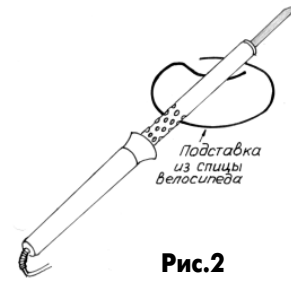

Рис.2
2. Если в Вашем велосипеде лопнула спица, не спешите ее выбрасывать, используя круглогубцы, вы делаете удобную подставку под электропаяльник (рис.2).